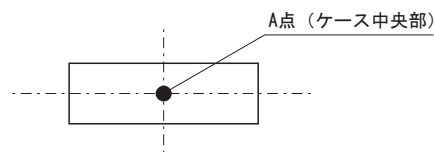

図7.1 温度測定箇所 (ケース上面)
■ケース温度は、図7.1のA点の温度が表7.1に示す温度以下となるように使用してください。